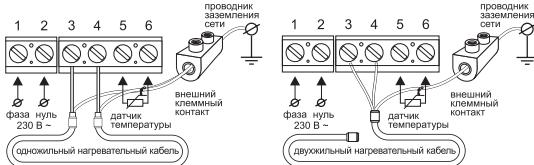

Рис. 3
Выходы нагревательной секции или маты подключаются к клеммам 3 и 4; выводы экранирующей оплетки (желто-зеленый провод) - к линии защитного заземления (PE) через внешний клеммный контакт (не входит в комплект поставки) (рис.3).